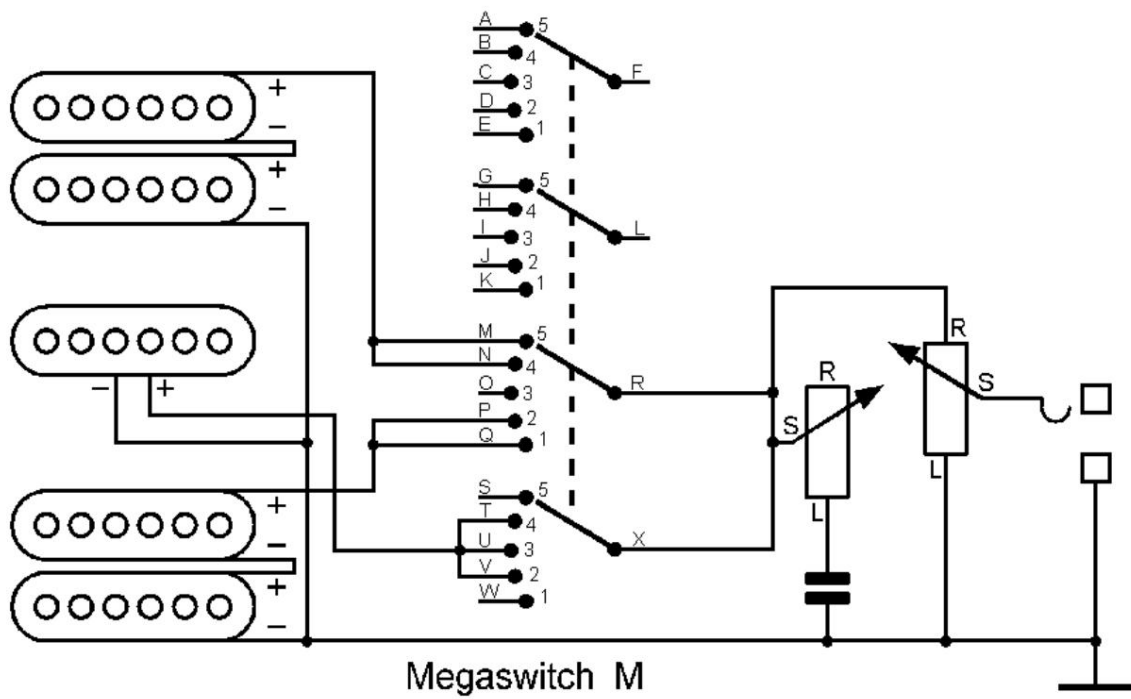

Figure 17. Les deux humbuckers fonctionnent en série
- Un circuit possible pour cela est montré dans la Figure 17.